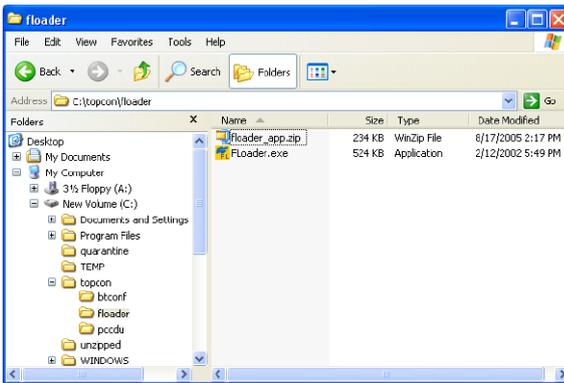

Figura 2-2. Extracción del programa y creación de acceso directo
3. Extraiga FLoader.exe en la carpeta FLoader (Figura 2-2).
4. Cree un acceso directo en el escritorio del ordenador para poder acceder rápidamente a FLoader (Figura 2-2).